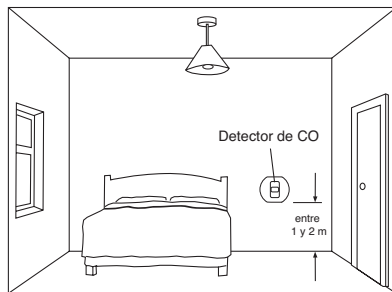

Figura 4. Ubicación en dormitorios y otras habitaciones alejadas del aparato (por ejemplo, a nivel de respiración)
4.32 Si se ubica el detector de CO en una habitación con un aparato que queme combustible (véase la Figura 4)